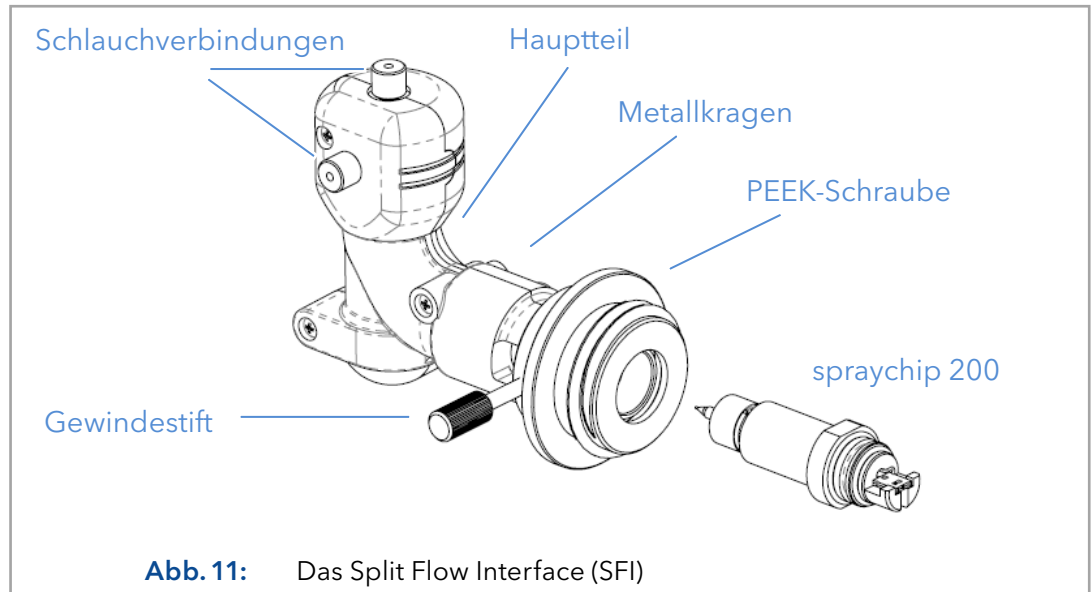

Abb. 11: Das Split Flow Interface (SFI)
1. Platzieren Sie die PEEK-Schraube über dem Metallkragen, wie in Abb. 11.